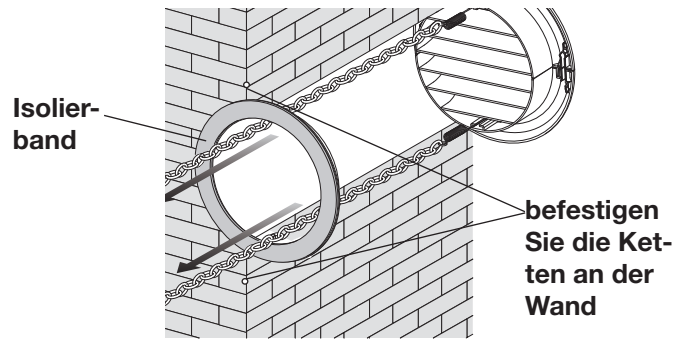

Abb. 7
- Bringen Sie das selbstklebende Isolierband (Abb. 7) auf die Flügel der Rohre an der Wand an. (Abb. 5)